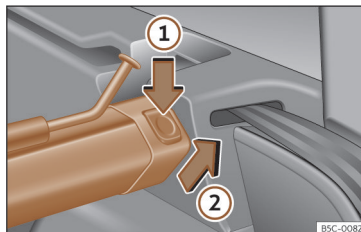

Fig. 135 En el maletero: desmontar la red de separación.
- Presione la tecla de desbloqueo izquierda o derecha >>> fig. 135 en el sentido de la flecha ①.
- Extraiga la carcasa del soporte en el sentido de la flecha >>> fig. 135 ②.
- Presione la carcasa en los soportes izquierdo y derecho en el sentido contrario al de la flecha»» fig. 135 ② hasta que encastre.